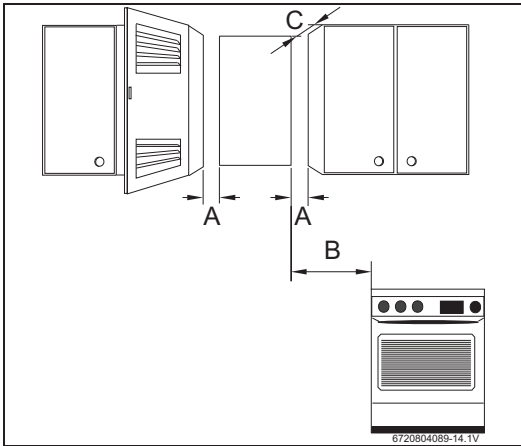

Fig. 12 Distancias mínimas
- ▶ Respetar las medidas mínimas de instalación indicadas en la Fig. 12.
- ▶ Garantizar un buen acceso para realizar los trabajos de mantenimiento respetando siempre las distancias mínimas indicadas en la Fig. 12.